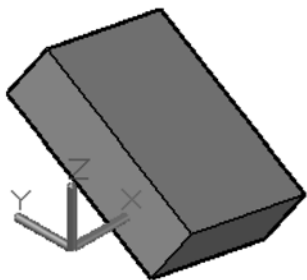

图 9-153 练习结果
12) 上机练习：在三维建模空间中创建一个长为 50、宽为 40、高为 15 的长方体，然后将该长方体旋转到如图 9-153 所示的大概位置（“三维旋转”操作练习）。